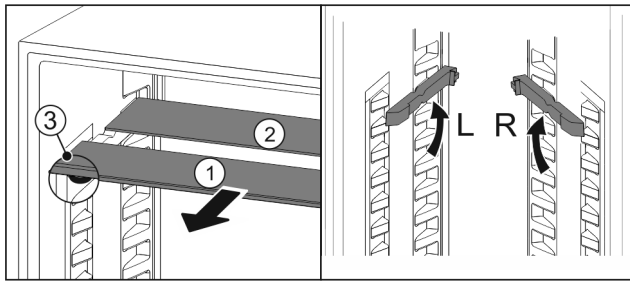

Fig. 57
- ▶ Vedä lasilevyt yksittäin etukautta ulos Fig. 57 (1).
- ▷ Koristelistalla varustettu lasilevy Fig. 57 (1) on edessä.
- ▷ Pysäyttimet Fig. 57 (3) osoittavat alaspäin.